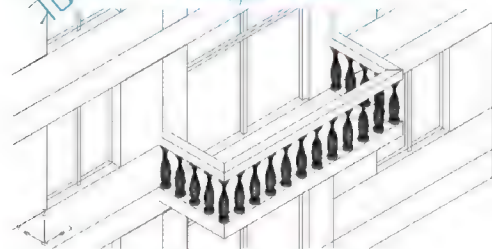

图 6.55 阵列生成两侧“花瓶”
(3) 用相同的方法阵列生成阳台两侧的“花瓶”, 阵列参数设定为 5 行、1 列、行偏移距离 360mm, 结果如图 6.55 所示。